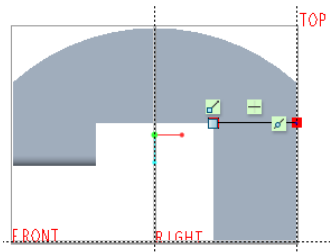

图 1-191 绘制折弯线
(10) 在“折弯”选项卡中打开“折弯线”面板，如图 1-190 所示，在该面板中单击“草绘”按钮，进入草绘模式。单击 (线链) 按钮绘制图 1-191 所示的一条折弯线，然后单击 (确定) 按钮。